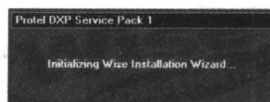

图 1-14 正式版升级软件初始化窗口
4) 安装正式版升级软件包。在下载文件夹内双击文件 “proteldxp servicepack1.exe” 图标, 出现图 1-14 所示正式版升级软件初始化窗口, 其后的过程与试用版的升级过程相同。